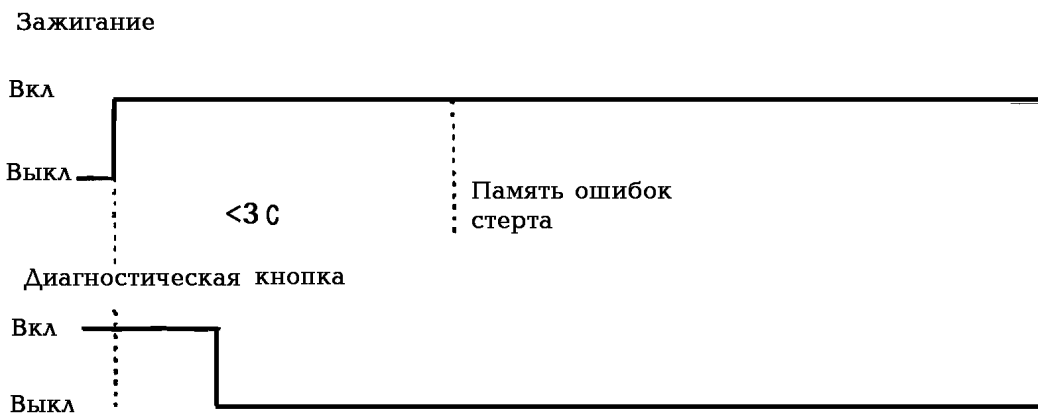

Рис. 25. Стирание памяти ошибок (блинк-кодов)
**Стирание памяти ошибок.** После устранения неисправностей в системе необходимо стереть ошибку из памяти ошибок блока управления, как это показано на рис. 25. Для этого необходимо при выключенном зажигании нажать диагностическую кнопку и отпустить только после включения зажигания. Менее чем через 3 с память ошибок стерта.